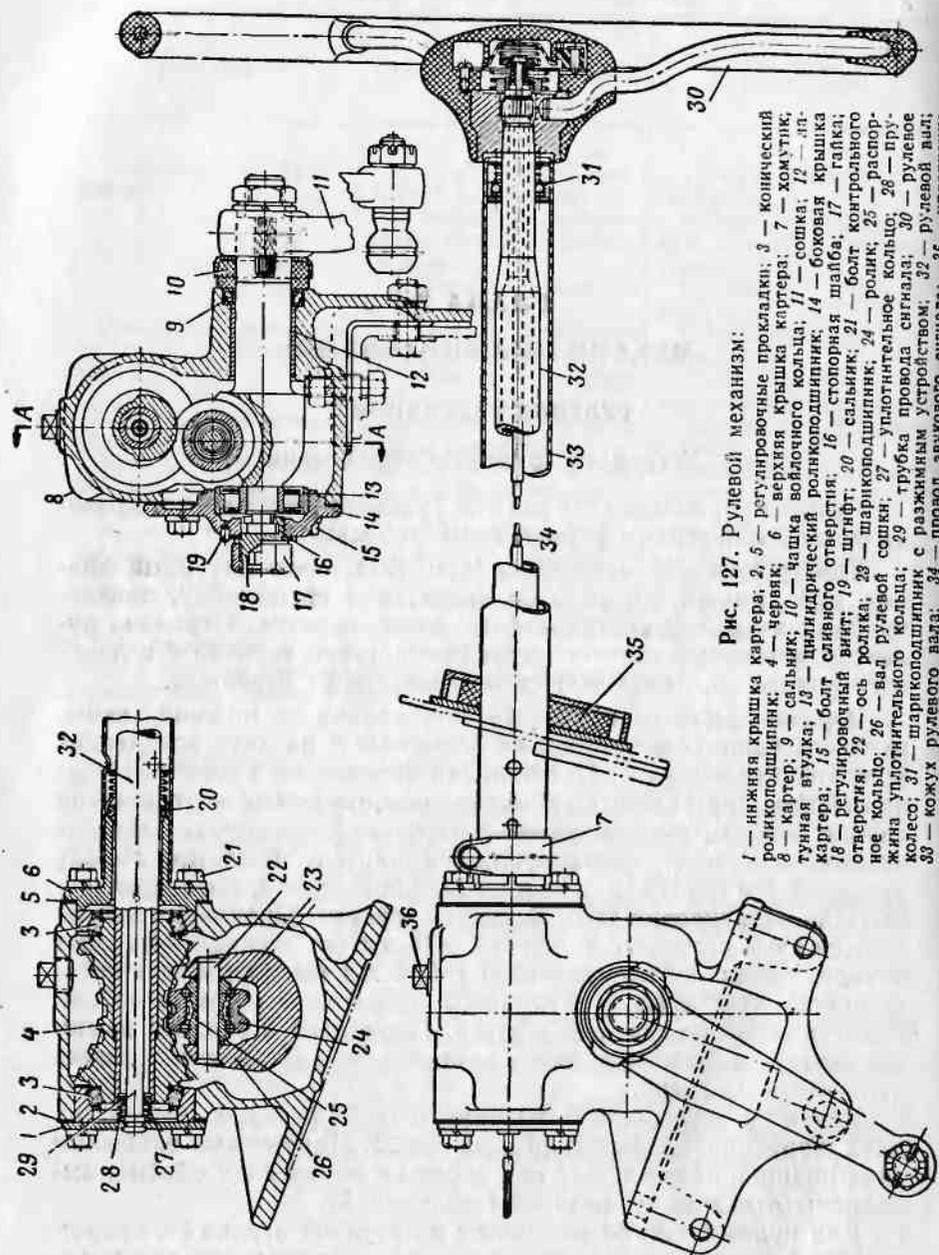

Рис. 127. Рулевой механизм:
Картер рулевого механизма (рис. 127) имеет фигурный фланец, при помощи которого он крепится к кронштейну, приклепанному к левому вертикальному листу корпуса. Передача рулевого механизма состоит из глобоидального червяка 4 и двойного ролика 24, находящегося в зацеплении с червяком.
1. Отвернуть болты крепления крышки 1 (рис. 127) нижнего подшипника червяка, снять крышку и слить смазку.
Для замены масла в картере рулевого механизма необходимо повернуть передние колеса влево, отвернуть болты крепления картера к кронштейну, сдвинуть картер от стенки корпуса, отвернуть пробку *36* (рис. 127), отвернуть болт *15* сливного отверстия и слить масло.